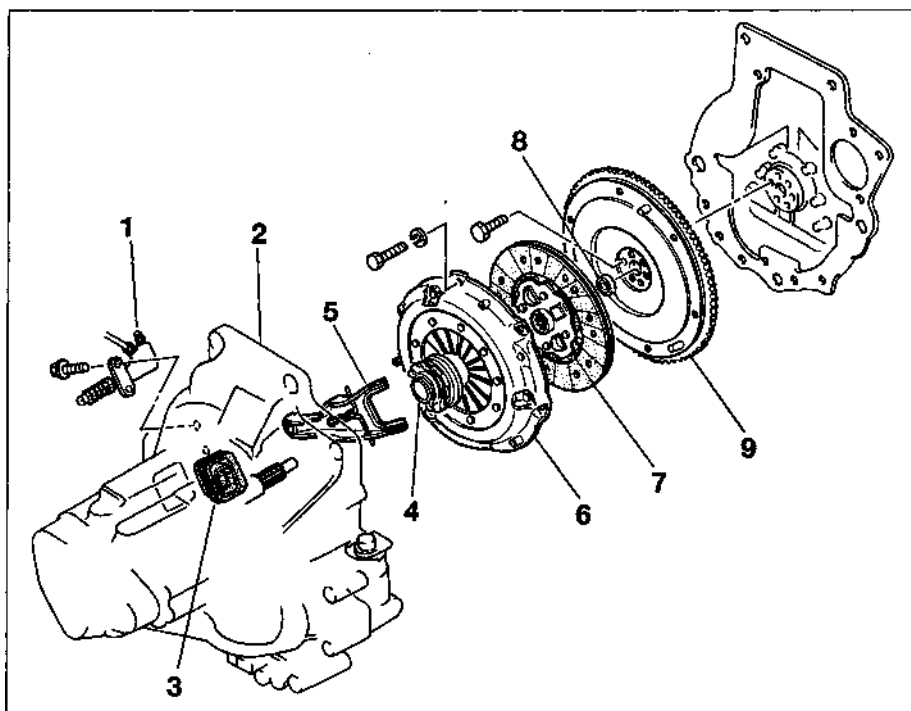

Рис. 2.1. Детали сцепления
1 На всех автомобилях с не автоматической коробкой передач устанавливается однодисковое сцепление сухого трения с диафрагменной нажимной пружиной (см. рис. 2.1). Ведомый диск сцепления имеет ступицу со шлицами и может передвигаться по шлицам входного вала коробки передач. Нажимной диск прижимается к ведомому диску при помощи диафрагменной пружины.
- 4 Осмотрите подшипник и убедитесь в отсутствии его износа, недостатка смазки и других неисправностей (местоположение подшипника показано на рис. 2.1). Если подшипник имеет любую из этих неисправностей, замените его. Для осмотра подшипника удобно подсветить его переносной лампой.